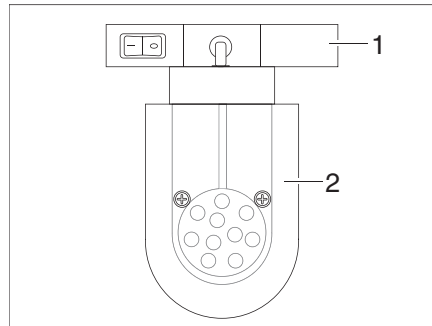

Fig. 60 Foco de LED (ejemplo)
- Sujetar el soporte (Fig. 60,1) y girarlo en 90°.
- Extraer el foco de LED (Fig. 60,2) del sistema de rieles.
- Colocar el foco de LED (Fig. 60,2) en el sistema de rieles en la posición deseada y girarlo en 90°.